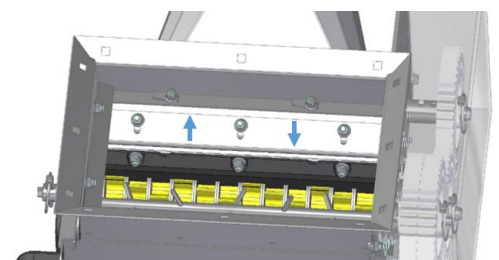

Abbildung 37
- Das Stützblech wird nach Bedarf nach oben oder unten geschoben und die Muttern wieder angezogen (siehe Abbildung 37).